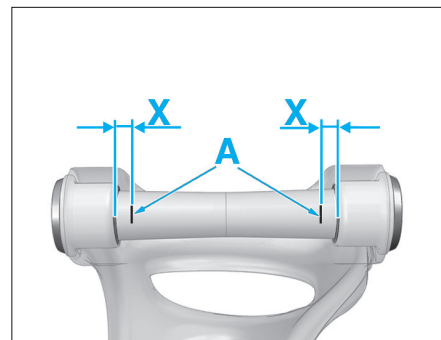

Fig. 19
- Effectuer un repère (A) sur chaque articulation élastique à la cote (X) = 10 mm (Fig.19).